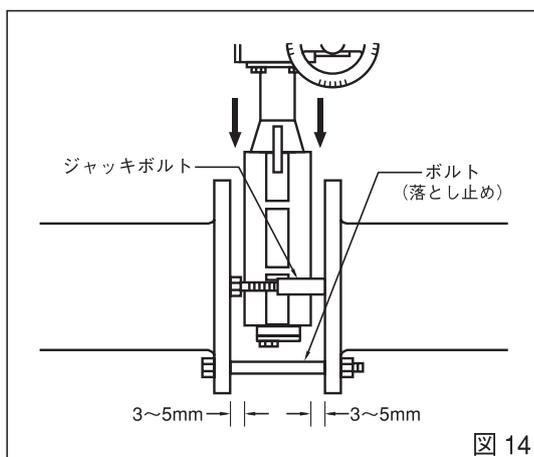

図 14
4. ジャッキボルトのセット：ジャッキボルトを所定の位置にセットします。フランジ面間は、必ず、バルブ幅より片側で3~5mm程度広げてください。（図14）